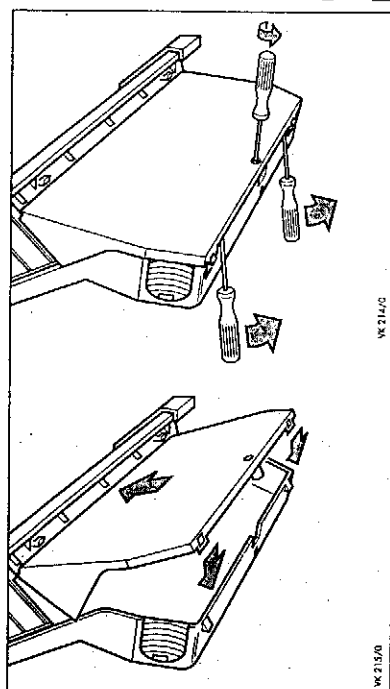

Рис.6.1 Открывание и закрывание клеммного шкафа системы Pro E
- Отожмите двумя отвёртками стопорные язычки, как показано на рис. 6.1, так, чтобы крышка легко снялась.
- Нажмите на крышку, как показано на рис. 6.1, пока стопорные язычки не зафиксируют крышку.